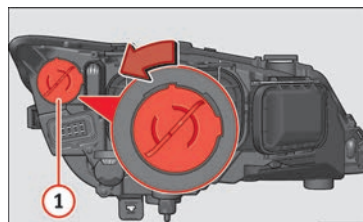

Fig. 105 Lámpara de luz de día.
- Gire el portalámparas » fig. 105 ① a la izquierda y tire.